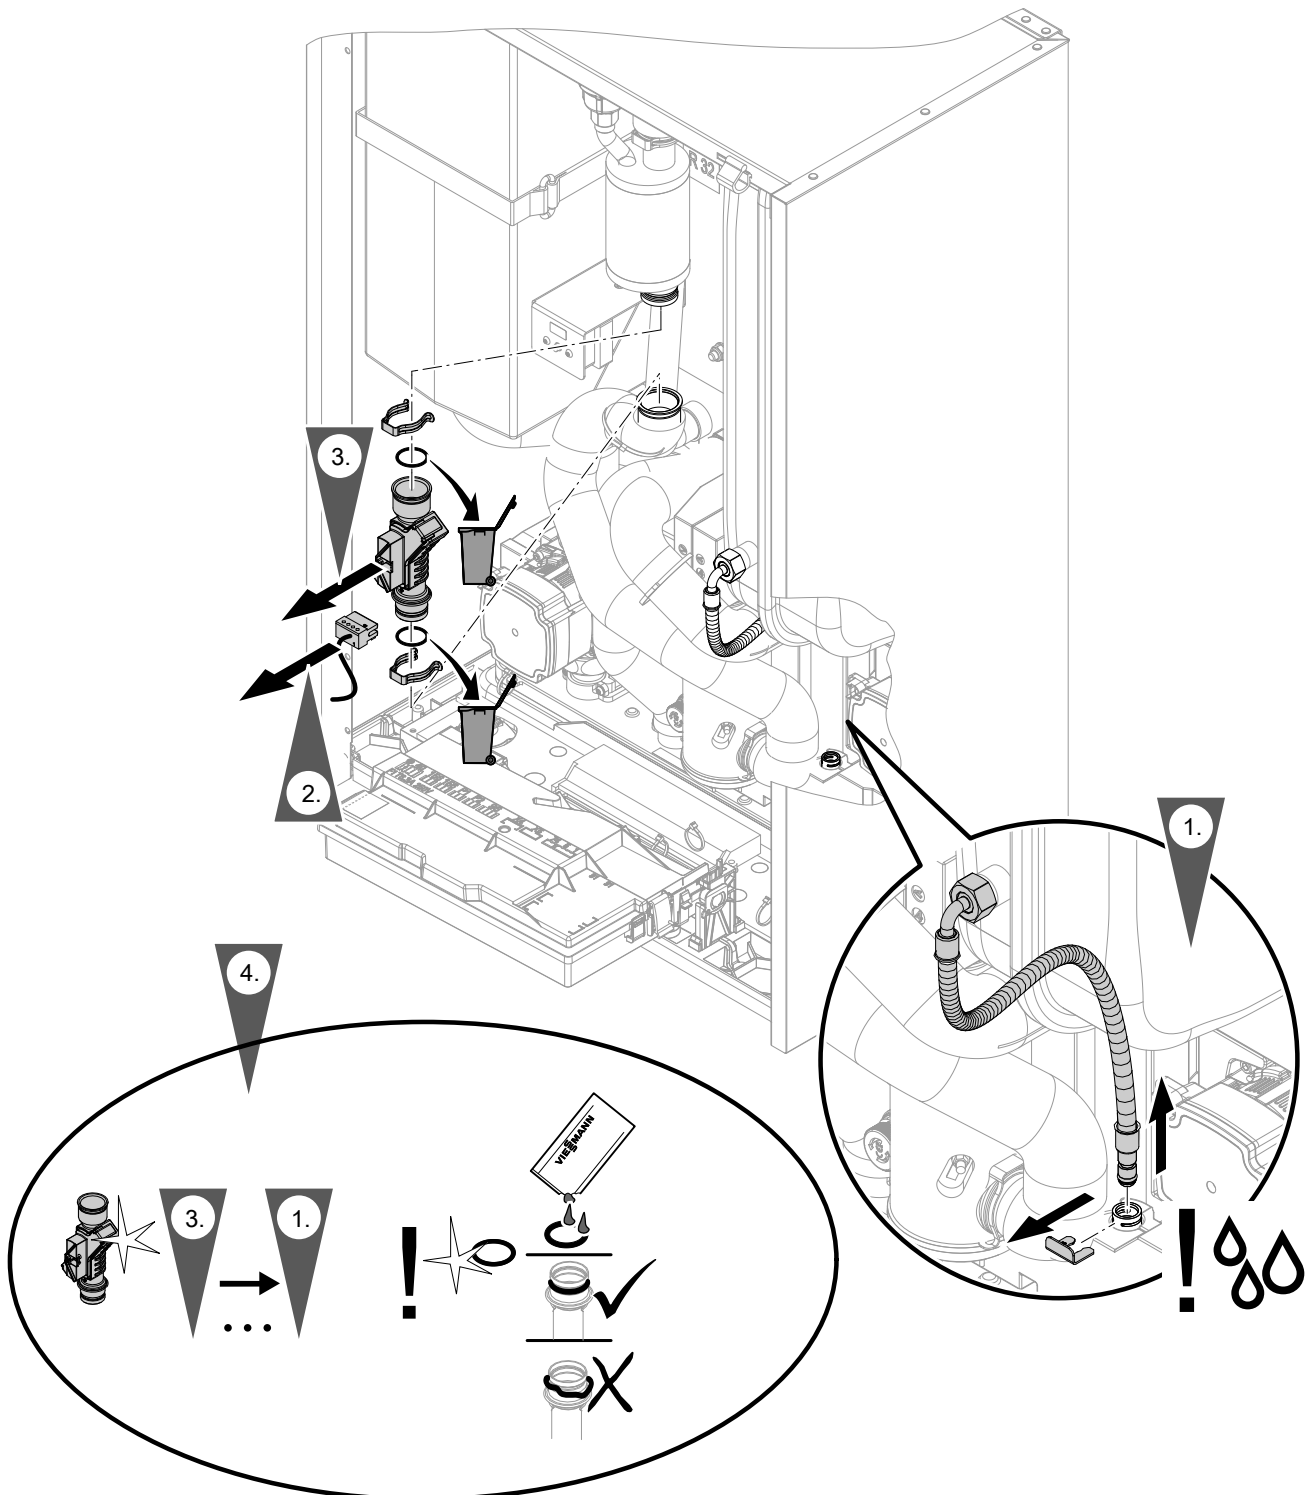

Abb. 83
- Anschlussleitung Volumenstromsensor: Siehe Abb. 83.